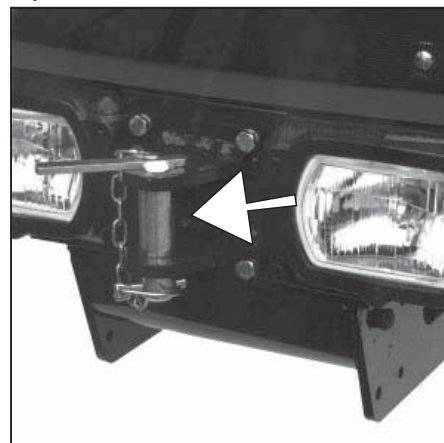

Fig. 6
- Fram, fäst med låsbult (fig. 6) endast för bogsering av maskinen.